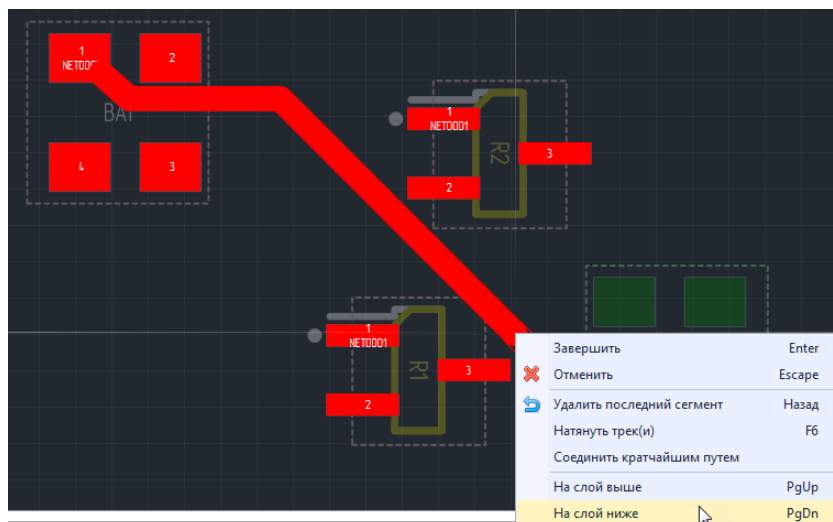

Рис. 167 Выбор направления перехода по слоям
2. Вызвать с помощью контекстного меню команду «На слой выше» или «На слой ниже», в зависимости от взаимного расположения слоев, между которыми требуется осуществить переход, см. Рис. 167. Данные действия также могут быть выполнены с помощью клавиш, которые были для них назначены. По умолчанию для команды «На слой выше» назначена клавиша «Страница вверх» (Page Up), а для команды «На слой ниже» - «Страница вниз» (Page Down).